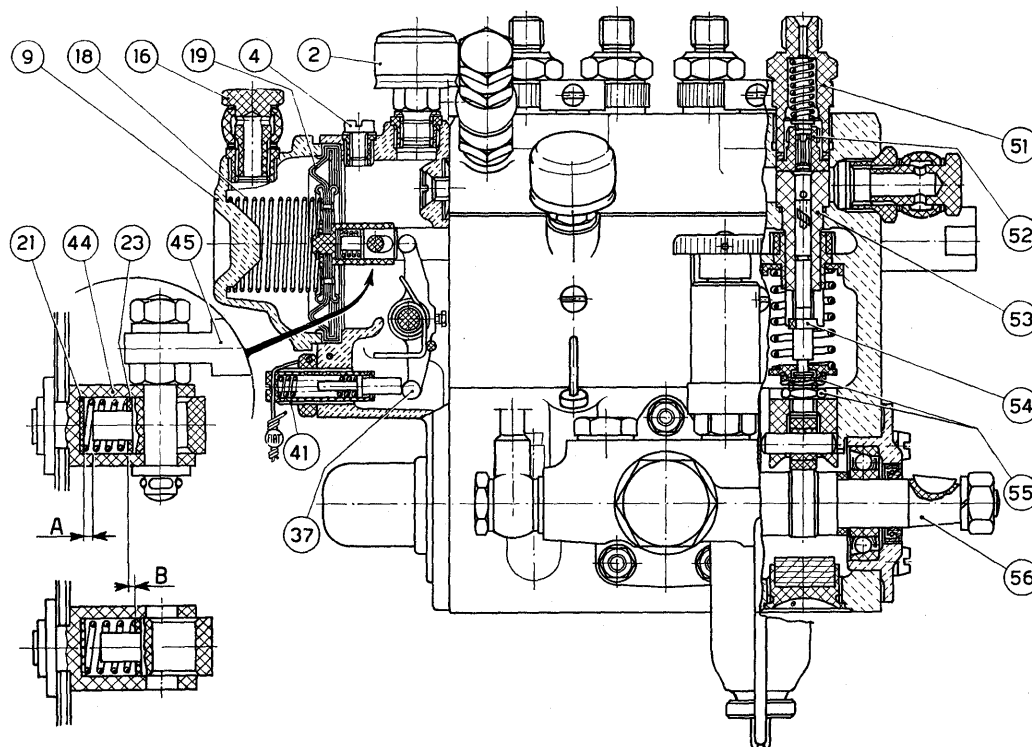

Fig. 17. Snit af indsprøjtningsskyl.
- udligningsspillerum (A fig. 17)	0,8-1,0 mm
- justerskiver (B fig. 17)	0,4-0,6 -